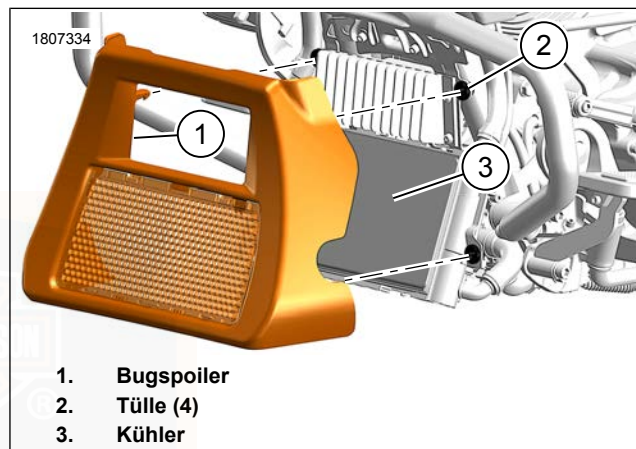

Abbildung 98. Bugspoiler
1. Siehe Abbildung 98. Bugspoiler ausbauen.
- b. Den Bugspoiler (1) gerade nach vorne ziehen.
2. Ablagerungen von den Kühlerlamellen (3) entfernen.
- c. Die Hakenstifte am Bugspoiler auf die Tüllen (3) ausrichten.